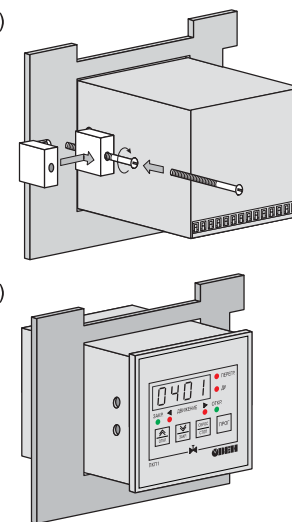

Рис. 16
1. Вставить прибор в специально подготовленное отверстие на лицевой панели щита (см. *прил. А* и рис. 16, а).
2. Вставить фиксаторы из комплекта поставки в а) отверстия на боковых стенках прибора (рис. 16, б).